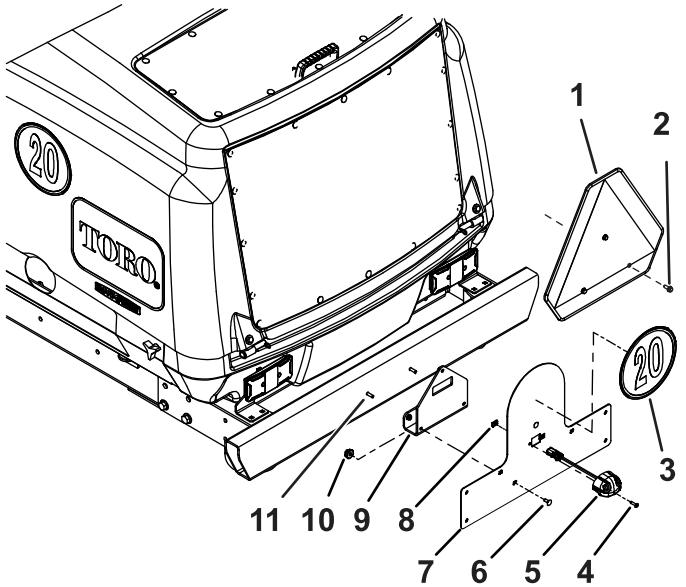

Figure 9
- Déposez le panneau de danger et le tube de support du pare-chocs arrière (Figure 9).
- Utilisez les fixations pour monter le support de panneau sur le pare-chocs (Figure 9).
- Collez un panneau sur le support de la plaque d'immatriculation (Figure 9).